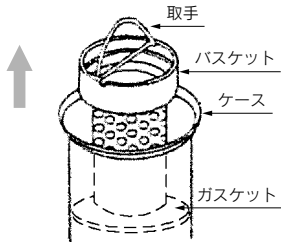

図4.バスケットの取外し
- ① バスケットの切欠き部の溝に“取手”を取付け、バスケットを垂直に持ち上げて取出してください。(図4.参照)